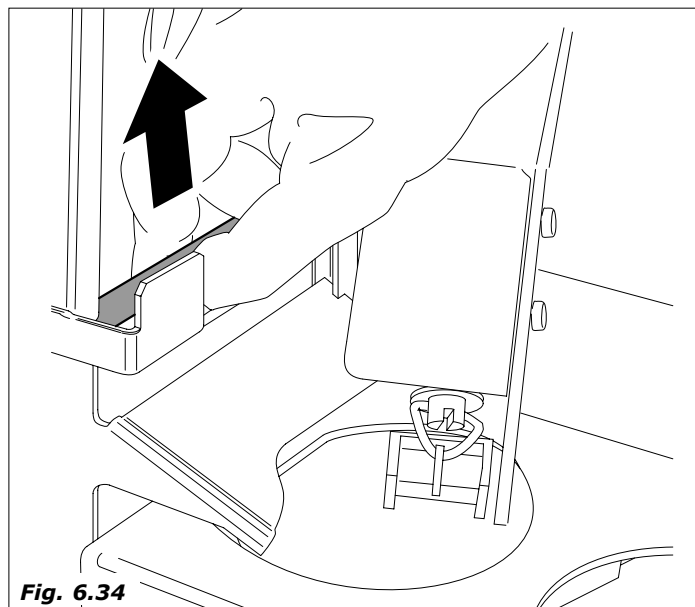

Fig. 6.34
- quitar el peso metálico de la guía (Fig. 6.34)